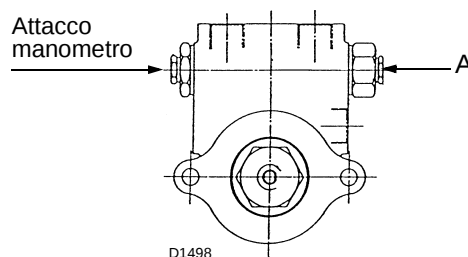

Fig. 26
- a) **pressione di mandata della pompa olio:** agire sulla vite A)(Fig. 26) posta sulla pompa (per la regolazione della pressione vedere il diagramma di pag. 8).